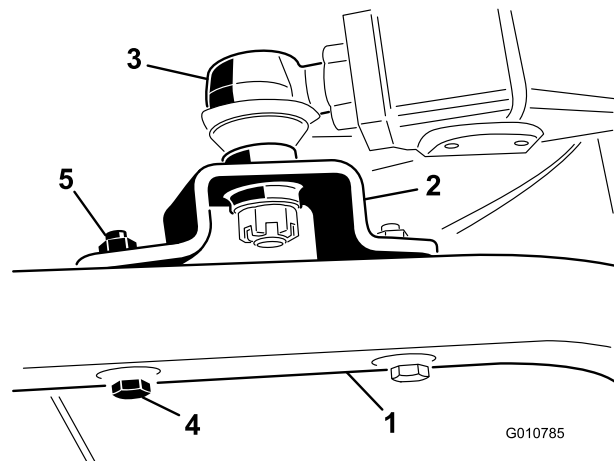

Figura 6
4. Prenda as montagens da rótula esférica em cada roda giratória com 2 parafusos (7/16 x 3 pol.) e porcas de flange (7/16 pol.) (Figura 6).
5. Aperte a grande porca que prende a rótula esférica ao braço de elevação (Figura 6).